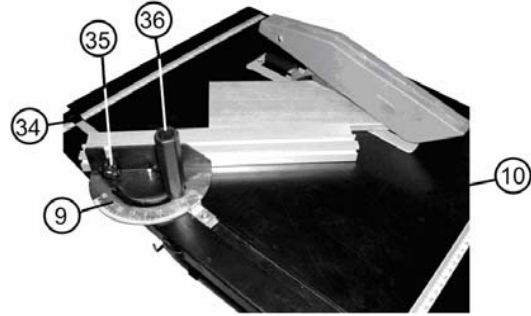

Рис.7
10.6.1. Установите упор для косо́го и поперечного пиления (9) в паз (34) рабочего стола (10), Рис.7.
10.6.2. Ослабьте два винта (35), установите направляющую (8) в зависимости от высоты заготовки. Закрепите винты (35), Рис.7.
10.6.3. Поверните ручку (36) против часовой стрелки, ослабьте фиксацию упора для косо́го и поперечного пиления (9). Поворотом упора для косо́го и поперечного пиления (9) вокруг оси по шкале транспорта установите требуемый угол пиления. Поворотом ручки (36) по часовой стрелке зафиксируйте положение упора для косо́го и поперечного пиления (9), Рис.7.
### 11.3. Комбинированное пиление (Рис.7,8,9)